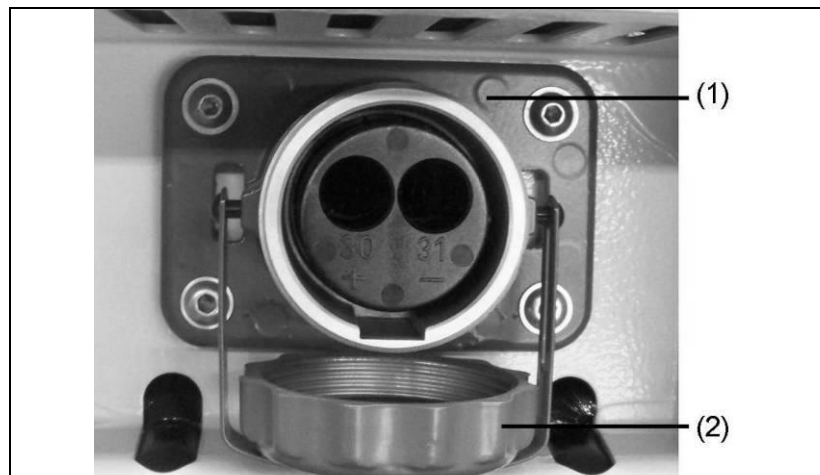

Abb. 5-6: Fremdstarteinrichtung anschließen
1. Abdeckung (Abb. 5-6-(2)) der Fremdstartsteckdose (Abb. 5-6-(1)) abschrauben.